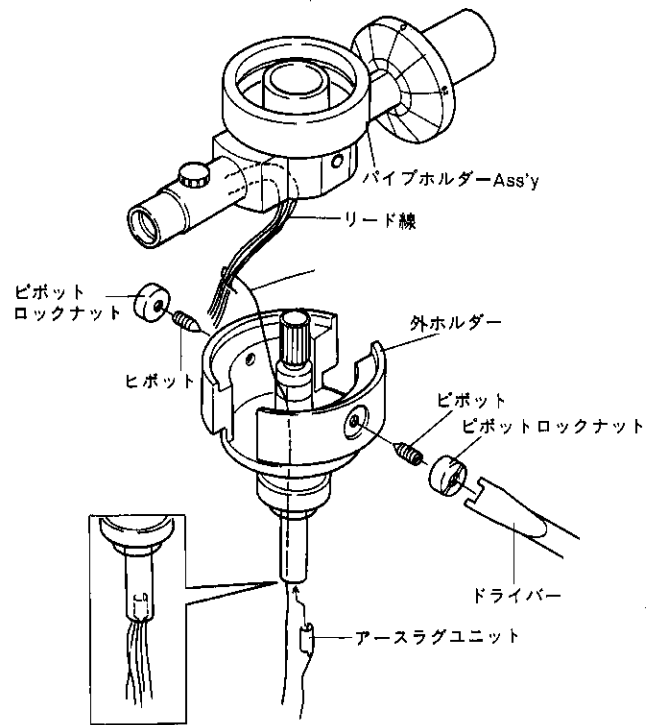

図8-6 バイプホルダー Ass'y の組立 1
3. アースラグユニットを外ホルダーに挿入します。このとき、リード線をはさまないように十分注意してください。また、アースラグユニットの方向は図 8-6 を参照して誤りのないよう挿入します。
4. 外ホルダーとスタンド軸は、ネジ⑤を締付け固定します。